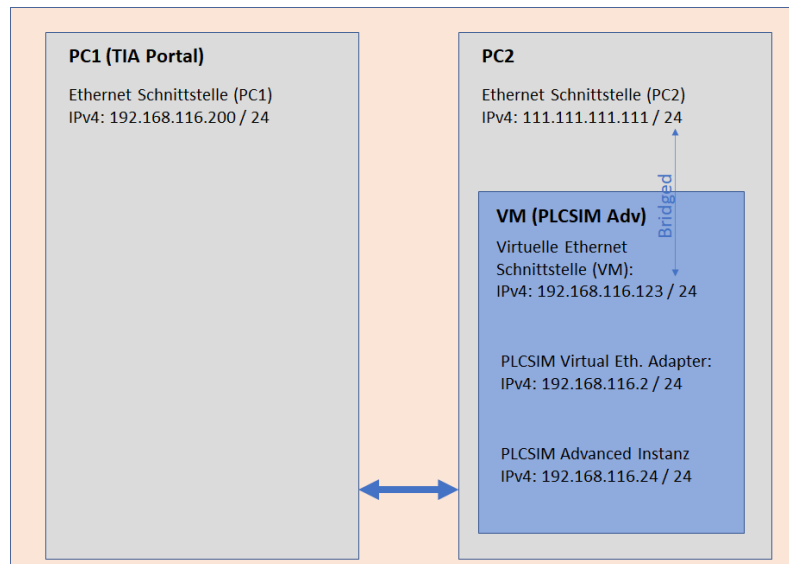

Bild 6
14. Vergeben Sie die IP-Adressen über die Eigenschaften der jeweiligen Schnittstelle, wie im Bild 6 dargestellt.